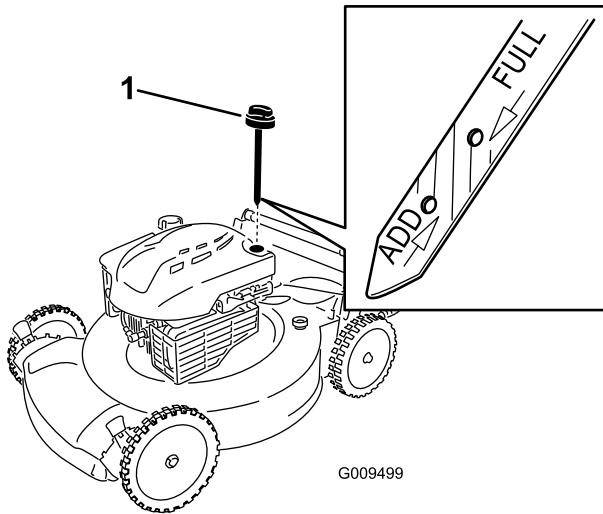

Figura 5
1. Retire la varilla (Figura 5).
2. Vierta aceite lentamente en el tubo de llenado hasta que el nivel llegue a la marca Full (Figura 5) de la varilla (1). Después de añadir aceite, espere 3 minutos antes de comprobar el nivel de aceite con la varilla. **No llene demasiado.** (Capacidad máxima: 0,59 l, tipo: SAE 30, aceite detergente con clasificación de servicio API SF, SG, SH, SJ, SL o superior.)